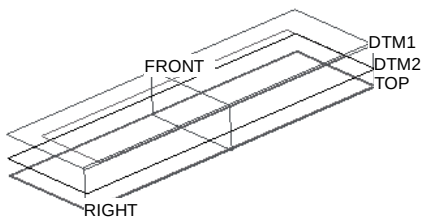

图 8.8.7 创建 DTM2
Step4. 创建图 8.8.7 所示的基准平面 DTM2。单击 **模型** 功能选项卡 **基准** 区域中的“平面”按钮 ，选取 TOP 基准平面为参考平面，偏移值为 5.0，单击对话框中的 **确定** 按钮。